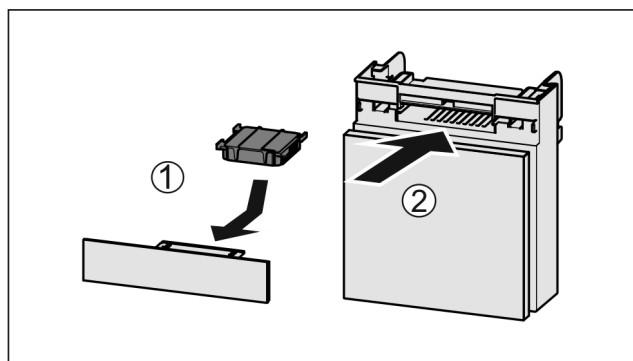

Fig. 142
- ▶ Установите фильтр с активированным углем, как показано на рисунке Fig. 142 (1).
- ▶ Вставьте отделение Fig. 142 (2).